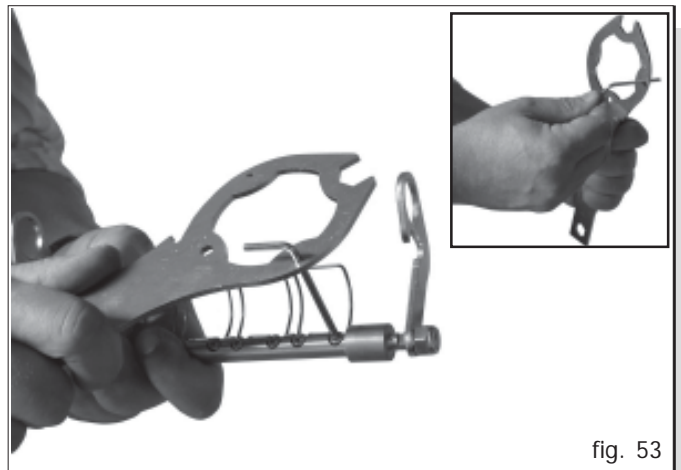

fig. 53
- 5) Utiliser la clé à usage multiple en dotation et une clé alan' (nr. 3) pour desserrer les vis de blocage des éléments élastiques, comme indiqué en Figure 53.